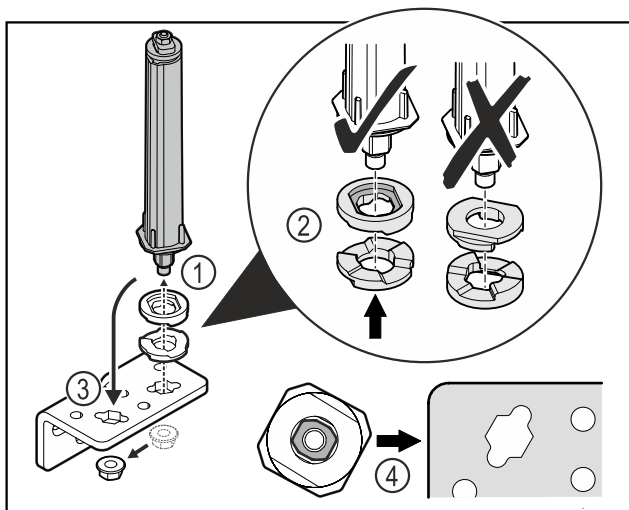

Fig. 28
- ▶ Allentare il dado e rimuovere il sistema di chiusura della porta Fig. 28 (1).
- ▶ Accertarsi che le rondelle di regolazione dell'altezza siano allineate correttamente Fig. 28 (2).
- ▶ Spostare il sistema di chiusura della porta nell'angolo della cerniera e fissarlo con il dado Fig. 28 (3).
- ▶ Durante l'inserimento, assicurarsi che il sistema di chiusura della porta sia allineato correttamente Fig. 28 (4).